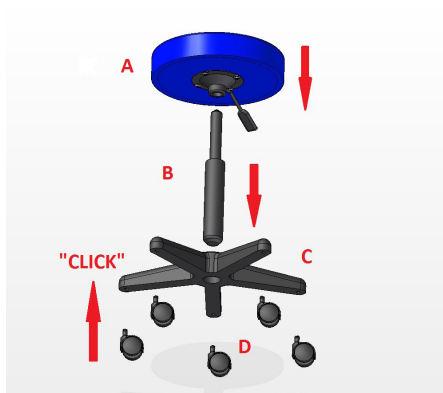

Fig.1
N.B. - Per il montaggio di queste sgabelli non è necessario l'utilizzo di nessun attrezzo aggiuntivo. (Fig.1)